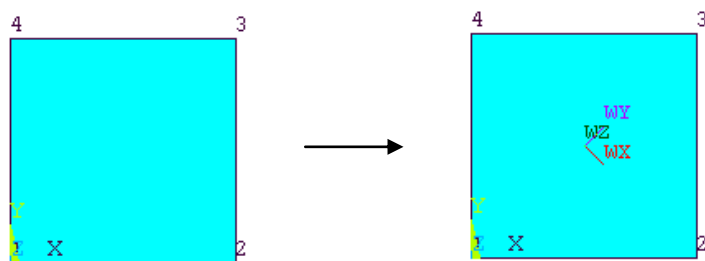

图2.20 定义工作平面
如图 2.20 所示的正方形板，长和高均为 200，要以其中心为原点建立工作平面，工作平面的 X 轴沿中心指点关键点 2，可以通过三个关键点来定义工作平面，操作步骤如下：
(1) 复制光盘目录“\ch02\ex2\”中的文件到工作目录，启动 ANSYS，单击工具栏上的  按钮打开数据库文件“ex2.db”。
(2) 单击 Main Menu>Preprocessor>Modeling>Create>Keypoints>In Active CS 菜单，输入关键点中心点的坐标 (100,100,0)，单击【OK】按钮，创建一个编号为 5 的关键点。
(3) 单击【Utility Menu】|【WorkPlane】|【Align WP with】|【Keypoints】菜单，弹出图形拾取对话框，依次用鼠标选择关键点 5、2 和 3，然后单击【OK】按钮。此时，可以看到工作平面已经移到了中心点，如图 2.20 所示。